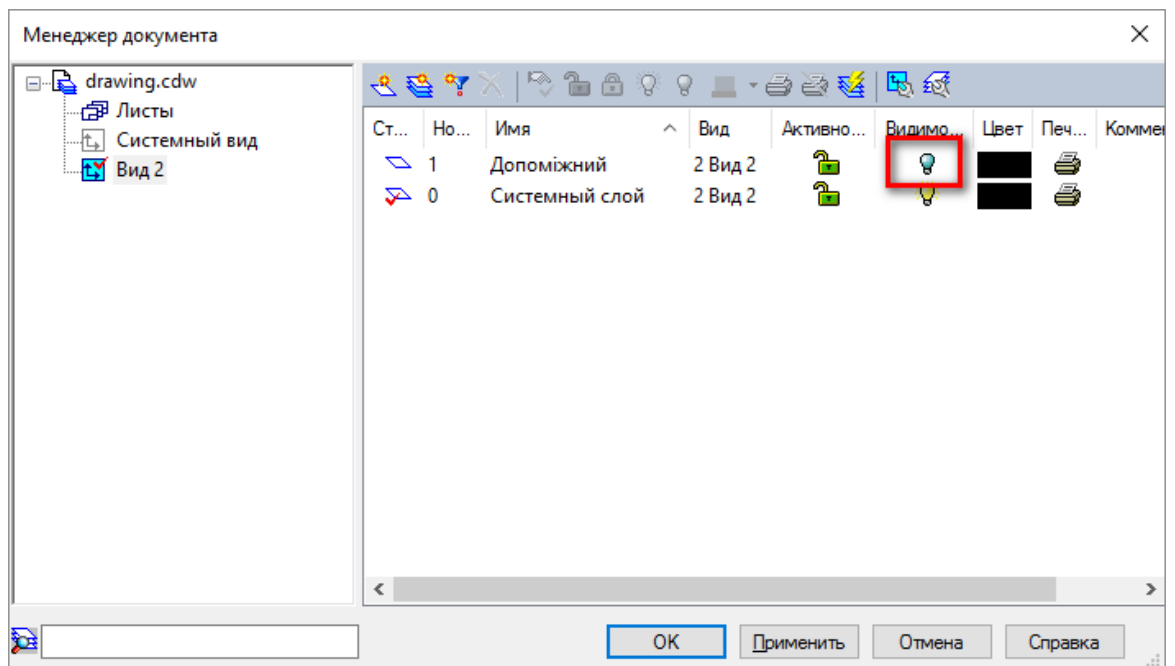

Рис. 4.13
12. Вимикаємо видимість допоміжного шару, щоб сховати непотрібну допоміжну геометрію. (рис. 4.13).